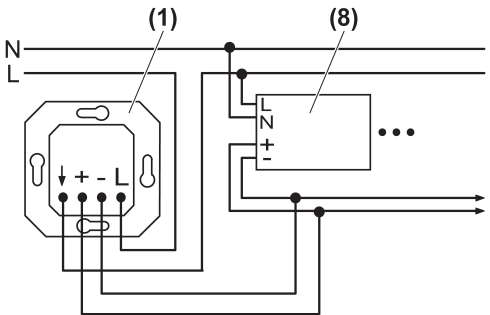
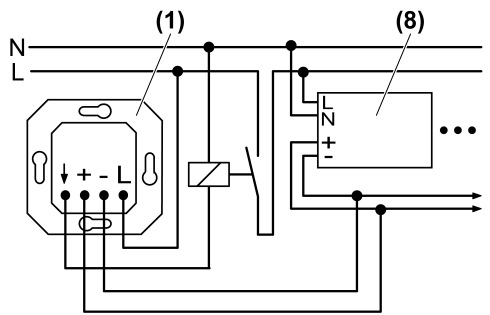
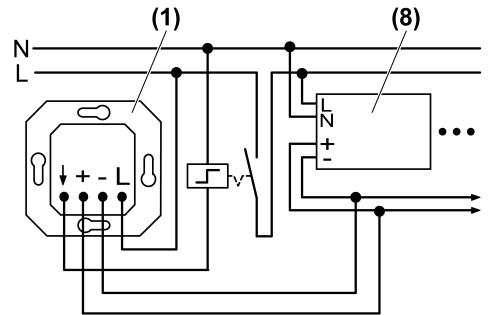
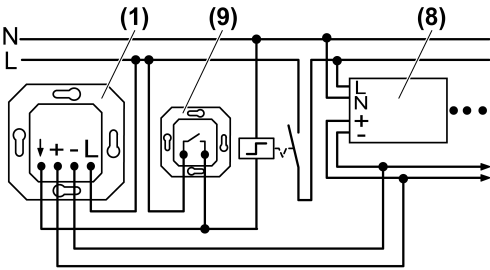

Bild 2: Anschlussplan Potentiometer mit Schaltfunktion
Bild 3: Anschlussplan Potentiometer mit Schaltfunktion und Schütz
Bild 4: Anschlussplan Potentiometer mit Tastfunktion
Bild 5: Anschlussplan Potentiometer mit Tastfunktion und Nebenstelle
- Elektronisches Potentiometer mit Schaltfunktion gemäß Anschlussplan (Bild 2) bzw. (Bild 3) anschließen. Elektronisches Potentiometer mit Tastfunktion gemäß Anschlussplan (Bild 4) bzw.(Bild 5) anschließen.